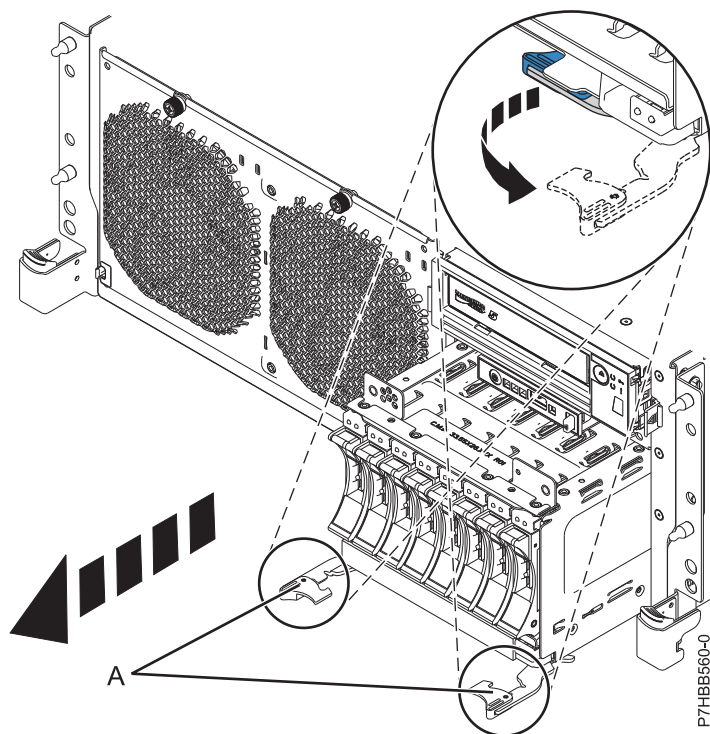
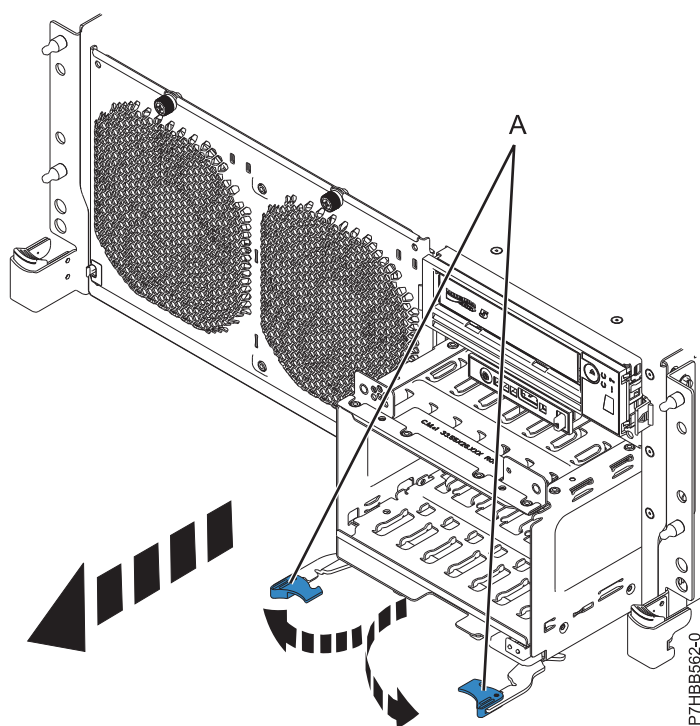

図5. ディスク・ドライブが装着されているバックプレーンの取り外し
図6. ディスク・ドライブが装着されていないバックプレーンの取り外し
15. 8 ページの図 5 および 8 ページの図 6 に示すように、ハンドル (A) をバックプレーン中央から開くように引いて、ディスク・ドライブ・バックプレーンをアンロックします。